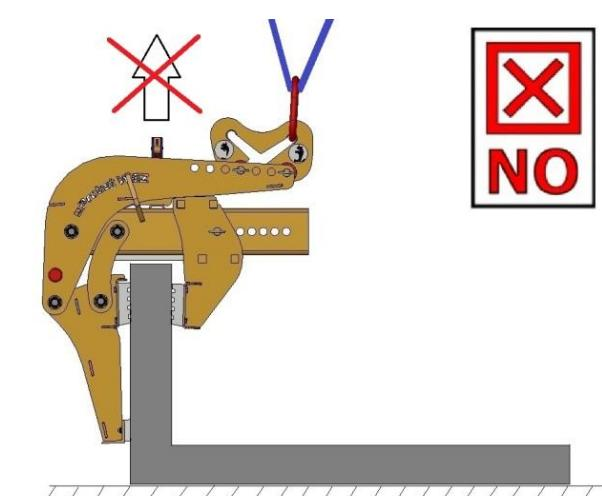
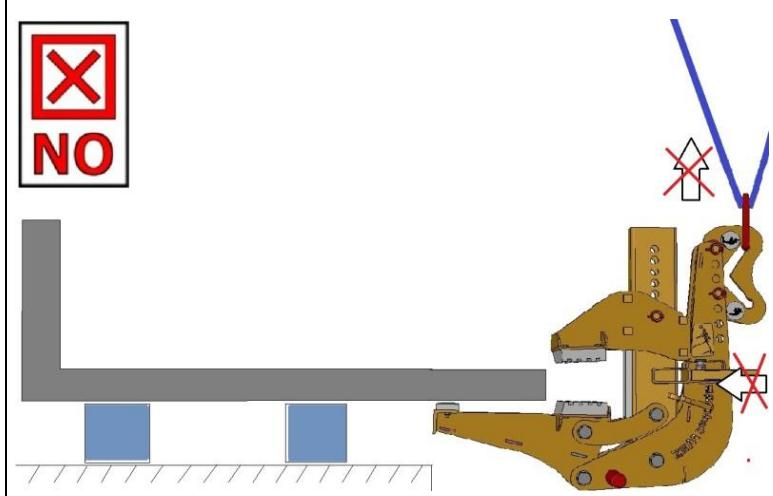

Bild 7
Bild 8
**Das Drehen, Aufstellen von liegenden Greifgütern/ Elementen oder das Umlegen (Kippen) ist verboten! (→ Bild 7 und Bild 8).**